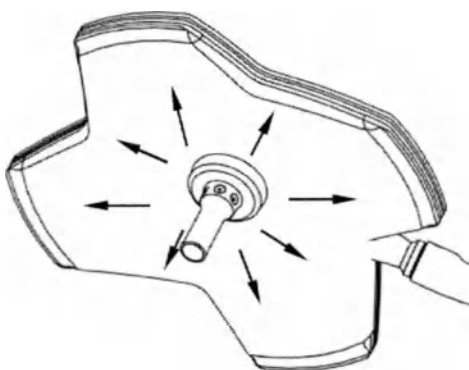

Рис. 4-1. Направление движений при чистке стекла
- При чистке и дезинфекции стекла осветительного блока его следует протирать радиально от центра к краям, как показано на Рис. 4-1. Не следует водить тканью вперед-назад или по кругу. В противном случае возможно повреждение поверхности стекла.
- При дезинфекции стекла осветительного блока его следует протирать радиально от центра к краям, как показано на Рис. 4-1. Не следует водить тканью вперед-назад или по кругу. В противном случае возможно повреждение поверхности стекла.